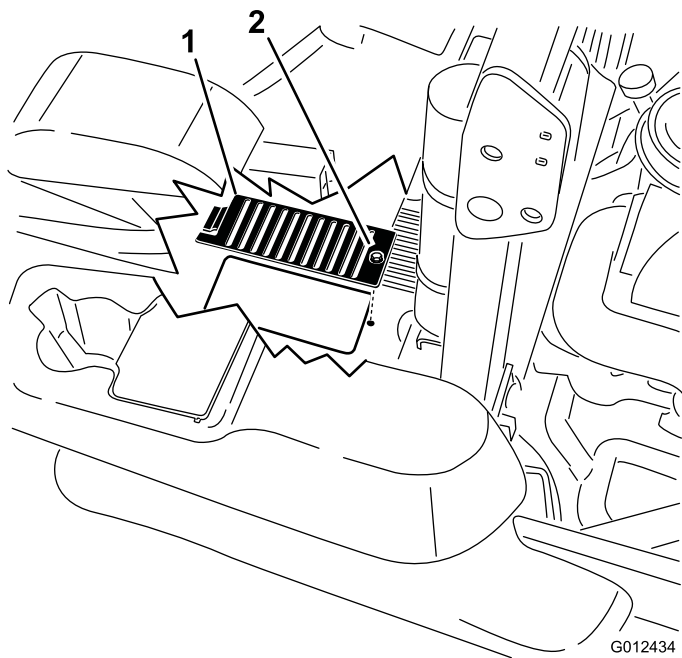

Bild 70
6. Entfernen Sie über jedem Peilstab die Abdeckung und die an der Abdeckung befestigte Schraube. Reinigen Sie den Bereich um jeden Ölpeilstab und jede Hydraulikanlage (Bild 70).